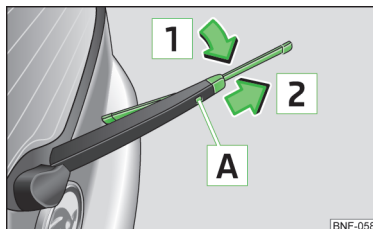

Bild 123
- Lyft upp torkararmen från bakrutan och fäll försiktigt torkarbladet i riktning mot torkararmen, pil  » bild 123.